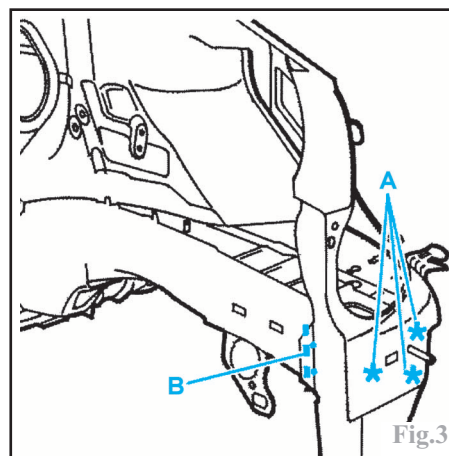

Fig.3
- par fraisage des points (suivant A) (Fig.3),